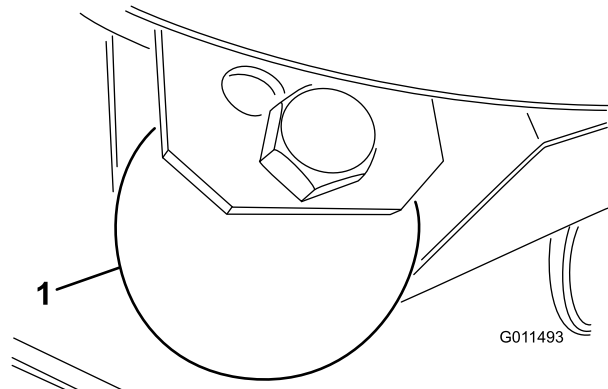

Bild 27
1. Entfernen Sie die Schraube und Mutter, mit denen das Abstandsrad an den Mähwerkhalterungen befestigt ist (Bild 27).